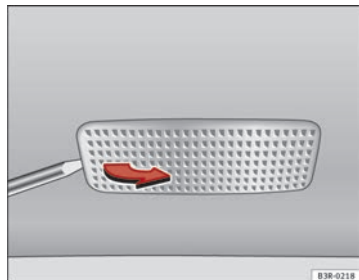

Fig. 224 Desmontaje luz del parasol
- Retire la luz con cuidado, utilizando un destornillador por su parte plana ⇒ fig. 224.